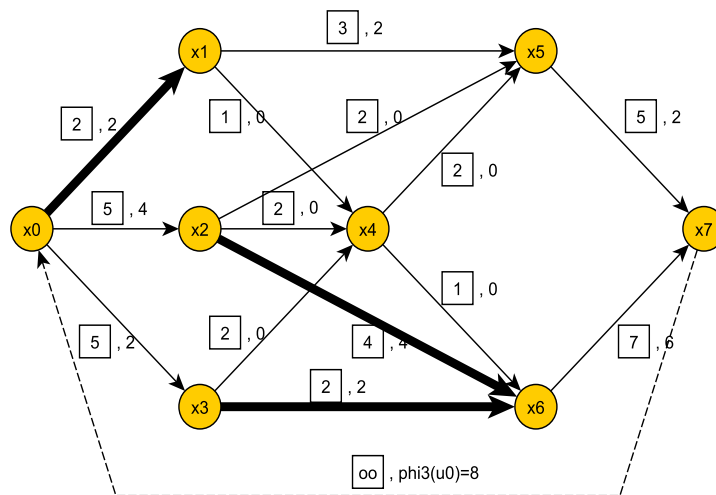

FIGURE 7.20 – Complétude - Graphe  $G_3$  - Exemple 7.3.1
- On considère le chemin  $\Gamma = (x_0, x_3, x_6, x_7)$  pour lequel  $\delta = 2$ . On ajoute 2 aux flux des arcs  $(x_0, x_3)$ ,  $(x_3, x_6)$ ,  $(x_6, x_7)$  et  $\varphi_3(u_0) = 8$ . L'arc  $(x_3, x_6)$  est saturé (cf. figure 7.20).
Le flot précédent est complet : si on supprime les arcs saturés (en traits gras sur la figure 7.20), il n'existe plus de chemin reliant  $x_0$  à  $x_7$  d'où le flot complet de valeur  $\varphi_5(u_0) = 11$ . Ce flot est-il maximal ? On utilise pour le savoir la procédure de marquage :